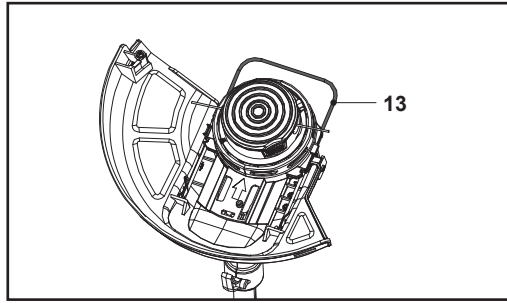

Fig. 13, posición de almacenamiento
2. Presione el protector de plantas (13) para su transporte y almacenamiento (Fig. 13).